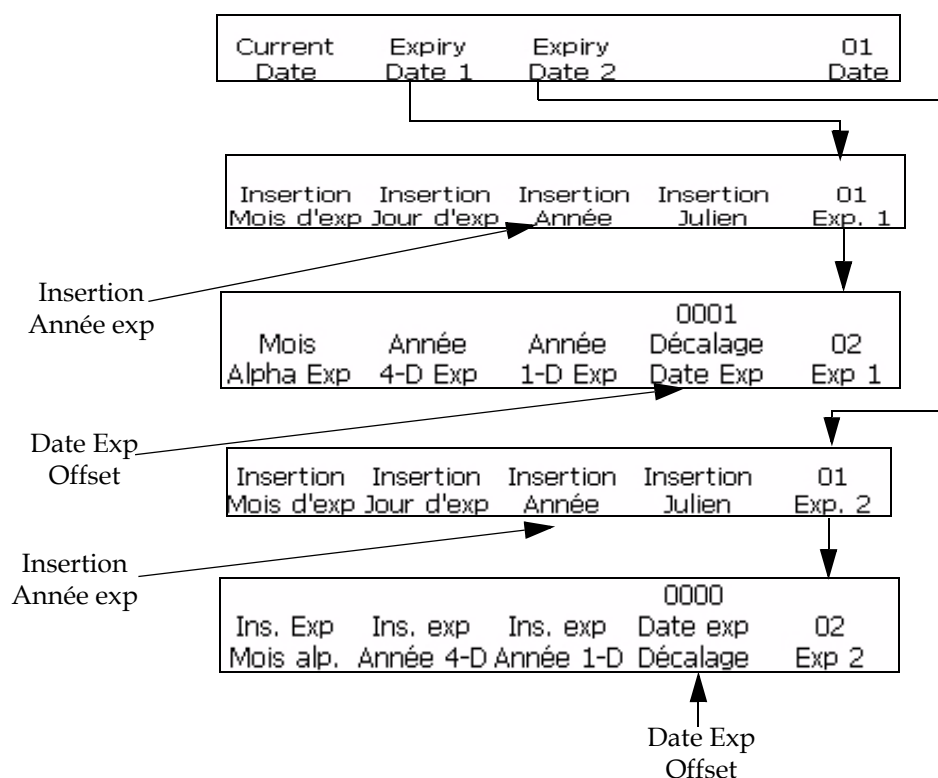

Figure 5-45: Fenêtre <01 Exp 1> et <01 Exp 2>
- 1 Commencer dans la Fenêtre <01 Exp 1> (01 Editer > 02 Editer - Insertions > 01 Insertion - Date > 01 Date - Dates d'expiration 1 > 01 Exp 1). Voir Figure 5-45.